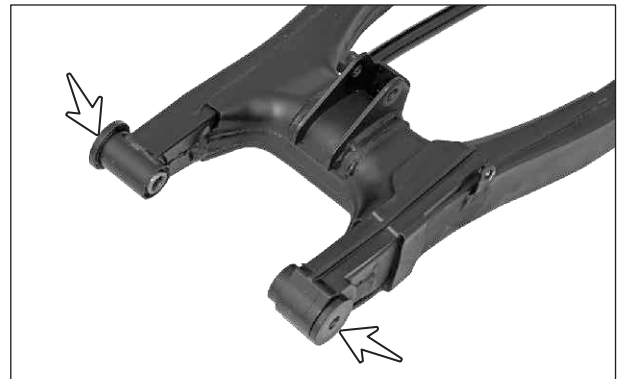

Fig. 6.103
- Retire los 2 guardapolvos del basculante. (Fig. 6.103)